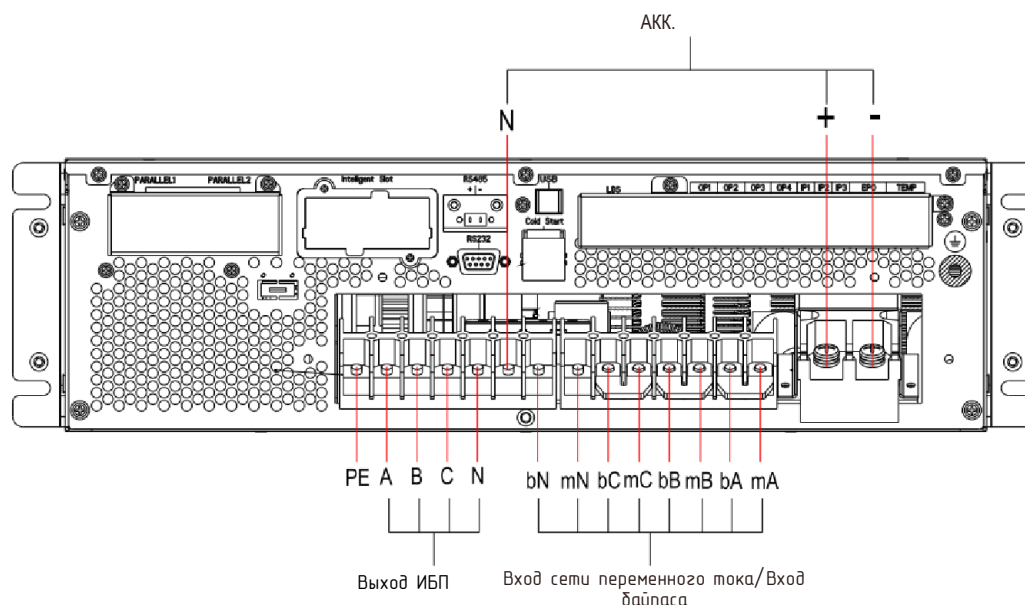

Рисунок 3-15. 3-фазный вход, 3-фазный выход, общий вход
3. Подключить кабель защитного заземления (PE) к клемме PE, как показано на рис. 3-15.